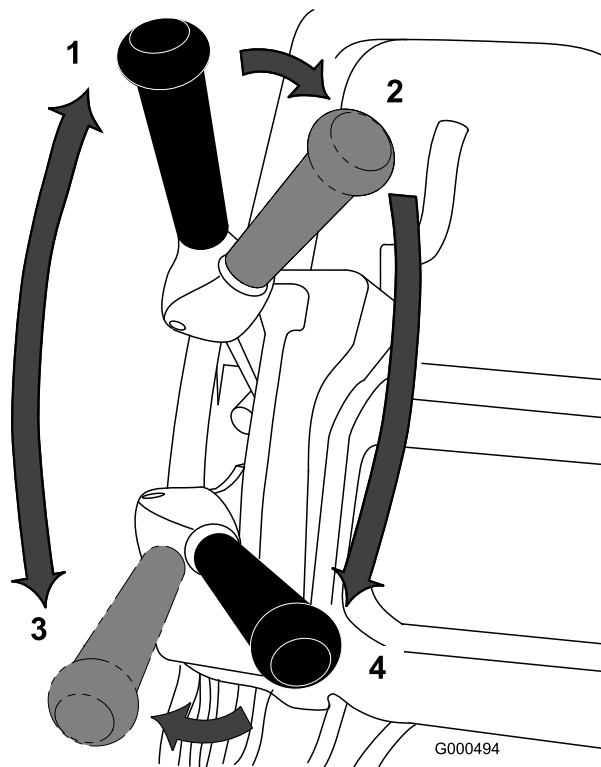

Figura 24
1. Avviate il motore, impostate l'acceleratore a bassa velocità, abbassate la stegola per sollevare l'apparato di taglio, spostate la leva della trazione in posizione di innesto e trasportate il tosaerba sul bordo del green (Figura 24).
2. Spostate la leva della trazione in posizione di disinnesto, ed innestate la leva di trasmissione del cilindro (Figura 24).
3. Portate la leva della trazione in posizione di innesto, e aumentate la velocità dell'acceleratore finché il tosaerba non si sposta alla velocità opportuna. Portate il tosaerba sul green, abbassate la parte anteriore del tosaerba ed iniziate a tosare (Figura 24).